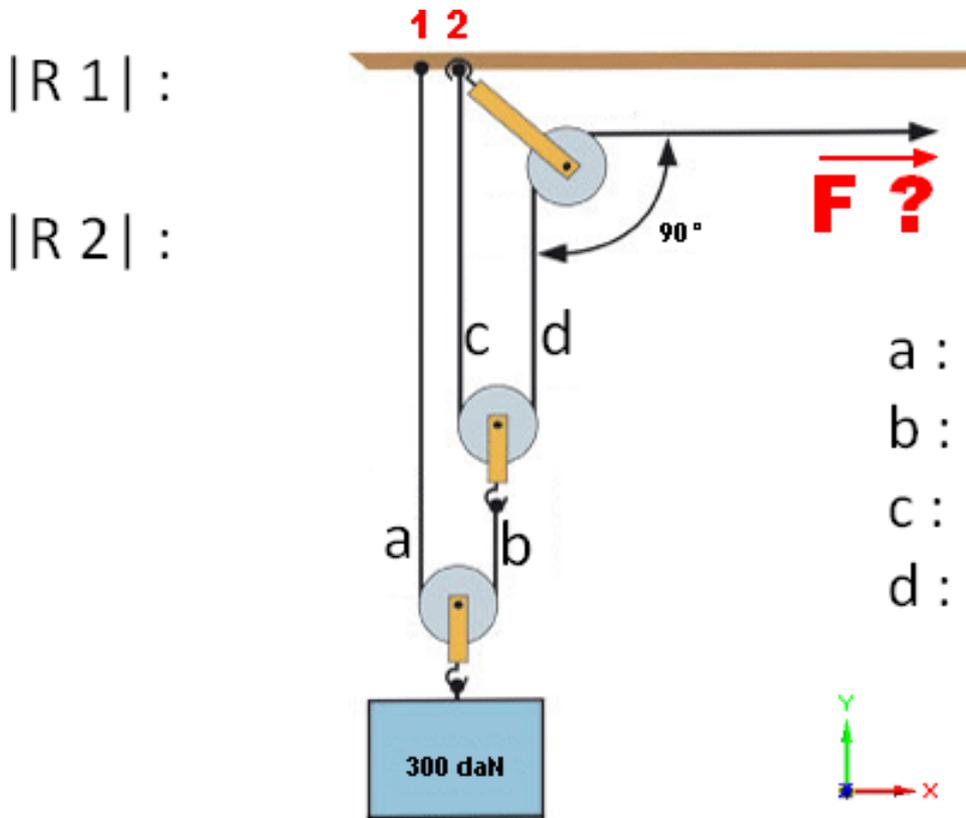

Fig. 3 : Mouflage
2. Noter, dans le repère (X, Y), sur le schéma de la figure 3 la valeur de l'effort de traction F à exercer pour soulever la charge de 300 daN. On fera abstraction des frottements dans les poulies. Pour expliquer sa réponse, on notera la valeur des efforts dans les brins a, b, c et d.